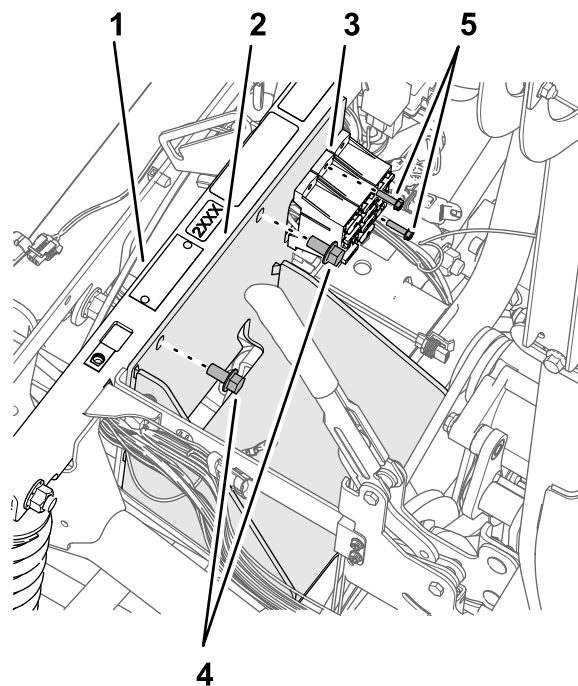

Figura 173
2. Monte el soporte de la batería en el tubo del sujeción del amortiguador (Figura 173) con los 2 pernos con arandela prensada (3/8" x 3/4") que guardó en el paso 4 de Retirada de la batería \(300 A\) y el soporte de la batería (página 81).
4. Sujete los bloques de fusibles al soporte de la batería (Figura 173) con el perno (10-24 x 3/4") y las tuercas (10-24) que retiró en el paso 3 de Retirada de la batería \(300 A\) y el soporte de la batería (página 81).